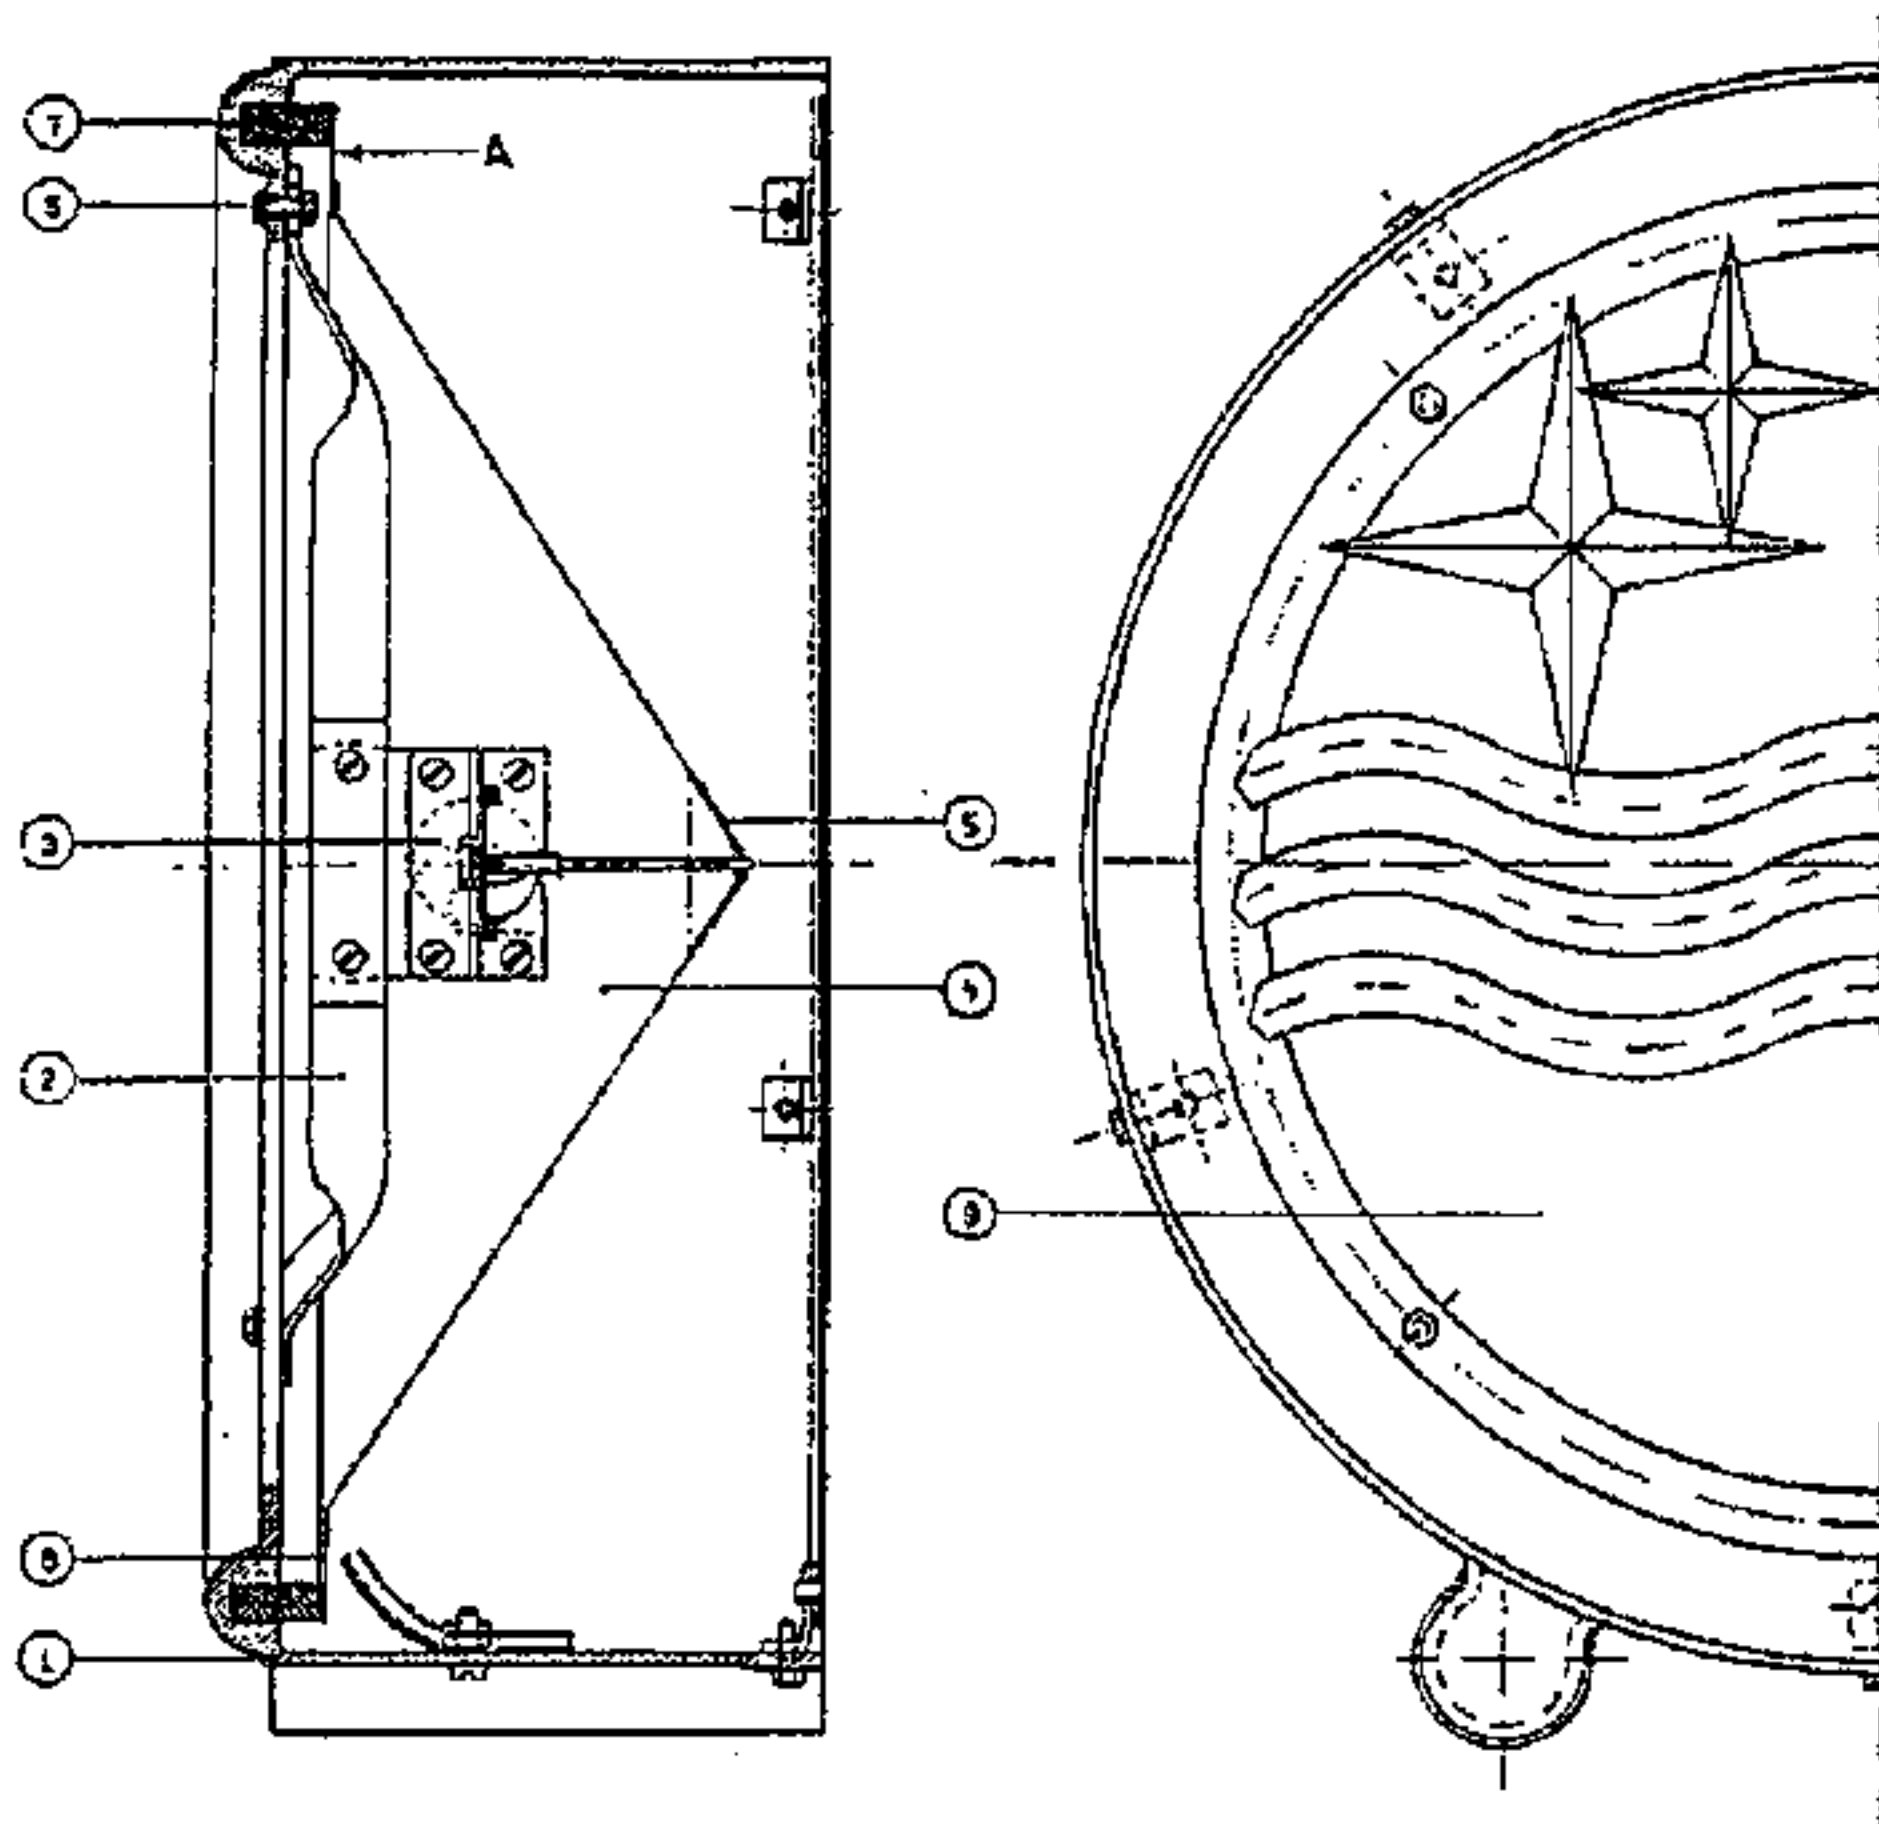

Fig. 2
Le moteur 2304 a été employé dans le haut-parleur type 2021, dont la fig. 2 donne une section et un aspect frontal. Le moteur est suspendu dans la boîte en Philite à l'aide de deux étriers (2). Le bord du cône est collé sur une bande en feutre (7) et la tige est soudée dans le sommet du cône qui est renforcé par deux petits cônes métalliques (5).